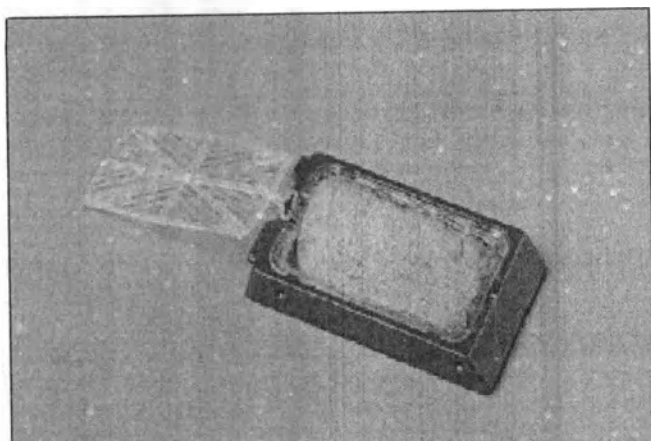

Рисунок 6Z
2. Не переполняйте кассетные системы тканями (рис. 6Z).